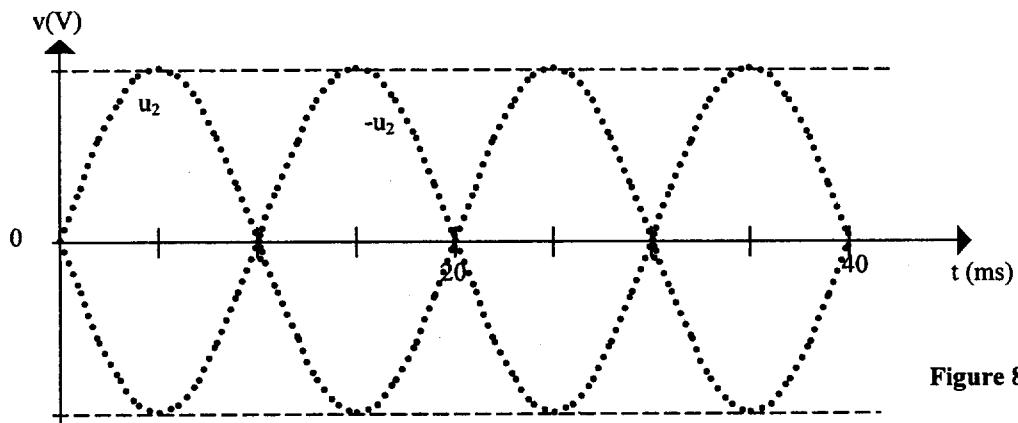

Figure 8
I.3.1) Représenter, sur la figure 8 du document réponse n°1, page 8/9, la forme de l'oscillogramme obtenu en précisant la valeur maximale et la période de la tension observée.